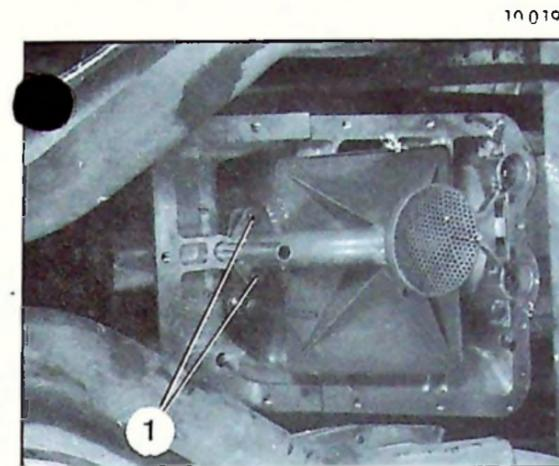

Figure 1
- Déposer les deux vis (1) de fixation du tube d'aspiration (figure 1).